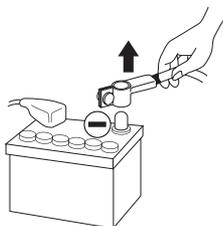

fig. 1
- **Avant d'entamer l'installation, déconnectez la borne négative de la batterie pour éviter tout risque de blessure, d'incendie ou d'endommagement du matériel. [fig. 1]**
- 2 - Débranchez le fil négatif de la batterie avant de commencer l'installation (fig.1).